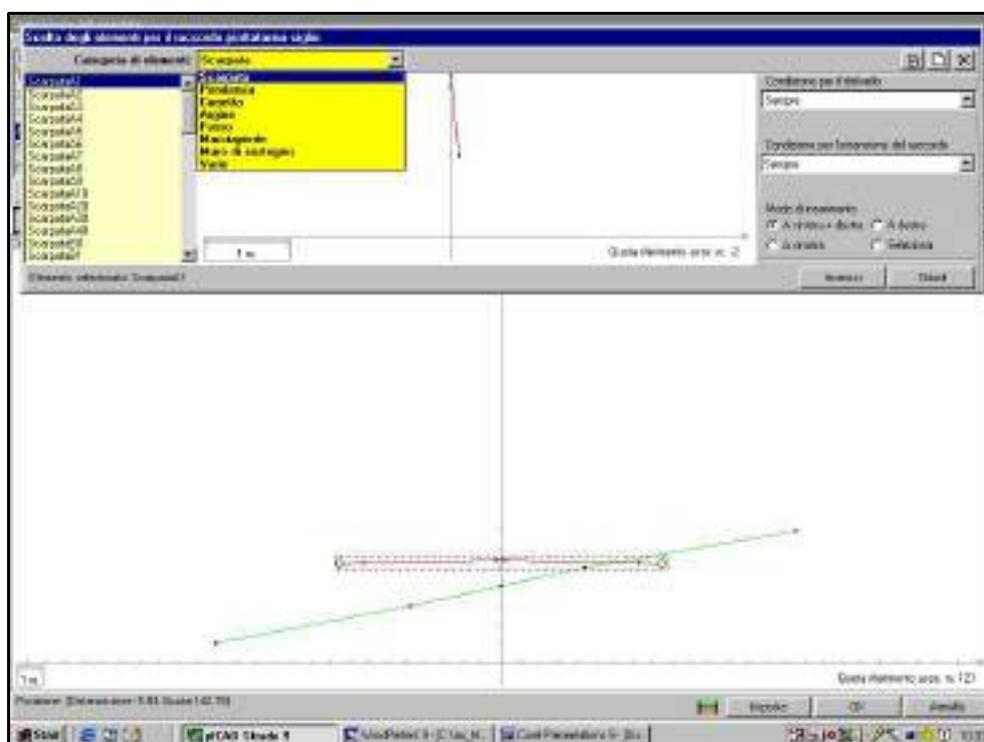

FIGURA 11.41
**C)** - In questo settore è prevista la gestione delle scarpate, dei muri di sostegno e di tutte le altre opere d'arte che completano il progetto. Anche in questo caso l'operatore deve, per poter entrare, impostare una sezione o un gruppo di sezioni sulle quali saranno applicate scarpate e opere d'arte. Il comando apre la finestra di figura 11.41/11.42 della quale descriviamo tutte le singole funzioni nella tabella che segue.